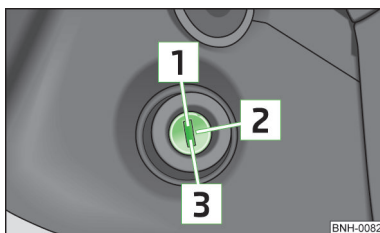

Fig. 63
- Durante la marcha con el motor parado, la llave de encendido ha de estar siempre en la posición 2 » fig. 63 » página 71 (encendido conectado). Esta posición se indica encendiéndose los testigos de control. Si no es así, podría producirse inesperadamente el bloqueo de la dirección - ¡Peligro de accidente!
- El motor de arranque sólo se deberá accionar (posición de la llave de contacto 3 » fig. 63 » página 71) si el motor del vehículo está parado. Si se acciona el motor de arranque con el motor en marcha, puede resultar dañado el motor de arranque o el motor del vehículo.
- Pisar el pedal del embrague a fondo, conectar el encendido **2** » fig. 63 » página 71 y arrancar **3** - no acelerar. Mantener el pedal de embrague pisado a fondo hasta que el motor arranque.
Parar el motor girando la llave de contacto a la posición **1** » fig. 63 » página 71.